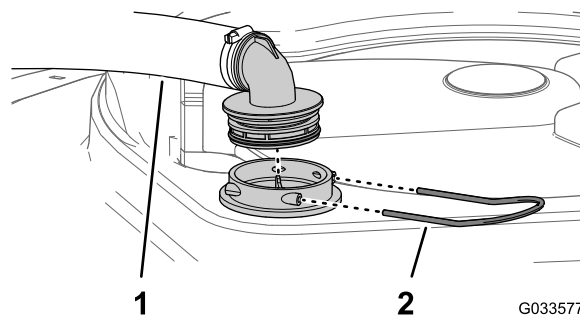

Figure 28
2. Au sommet de la cuve du pulvérisateur, retirez l'étrier de fixation qui fixe le raccord de flexible sur le grand flexible du logement du filtre (Figure 28).
3. Retirez le flexible et le raccord du logement du filtre (Figure 28).